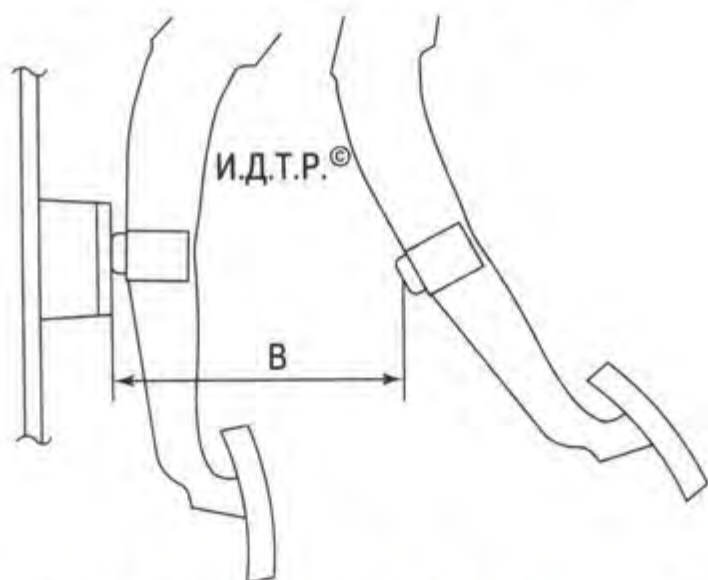

Рис. 6.9. Проверка полного хода педали сцепления
1. Не нажимая на педаль сцепления, измерьте расстояние **В** (рис. 6.9) от упора педали до ограничителя хода педали сцепления. Это расстояние должно быть 110–116 мм. Полный ход педали сцепления должен укладываться в этом интервале значений.